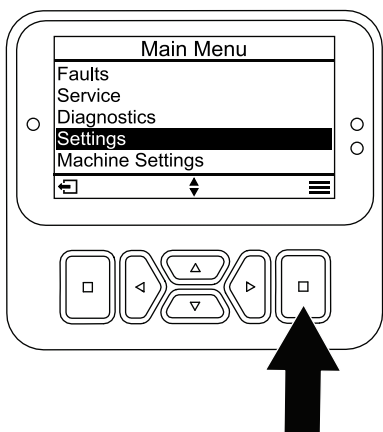

Figura 29
1. En el menú PRINCIPAL, vaya al menú SETTINGS (Ajustes) y pulse el botón de selección (Figura 29).